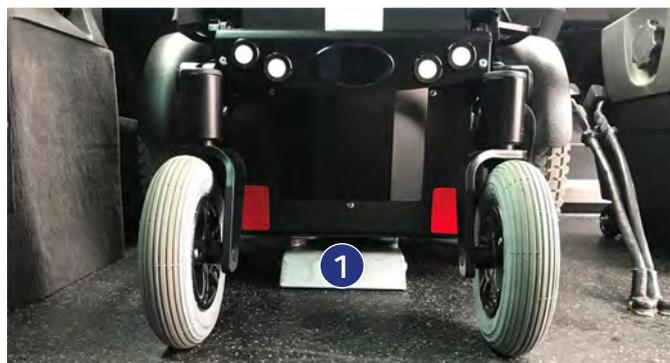

Figure 7 : ancrage automatique
- **le système d'arrimage automatique** du fauteuil roulant au véhicule (fig. 7 : ①).